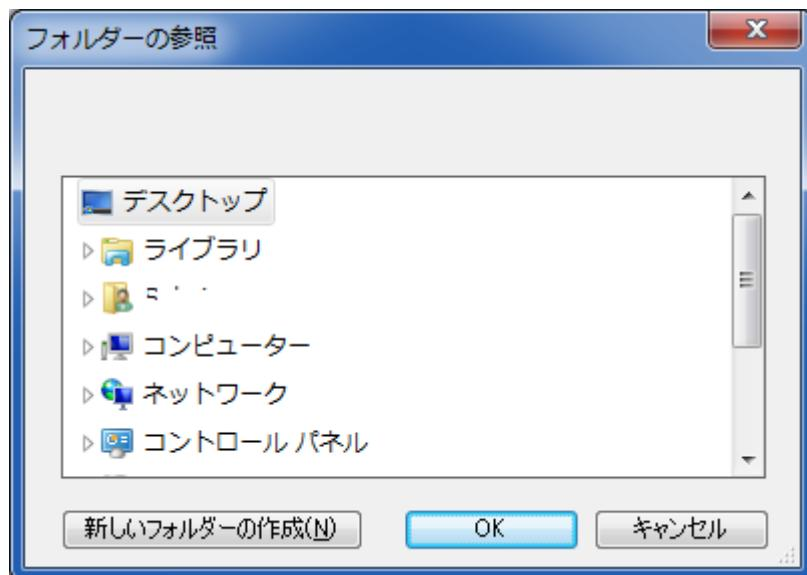

図 5.5-4 ブラウザ画面
- ・この場合、画面上段の「Where Data will be saved」に保存するフォルダ名を記入するか、「Ref.」⑯ボタンをクリックし、ブラウザ(図 5.5-4)からフォルダを選択するか、または新しく作成します。